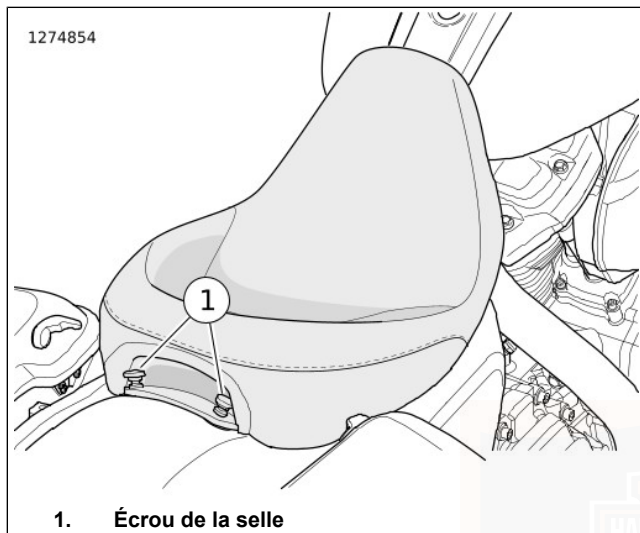
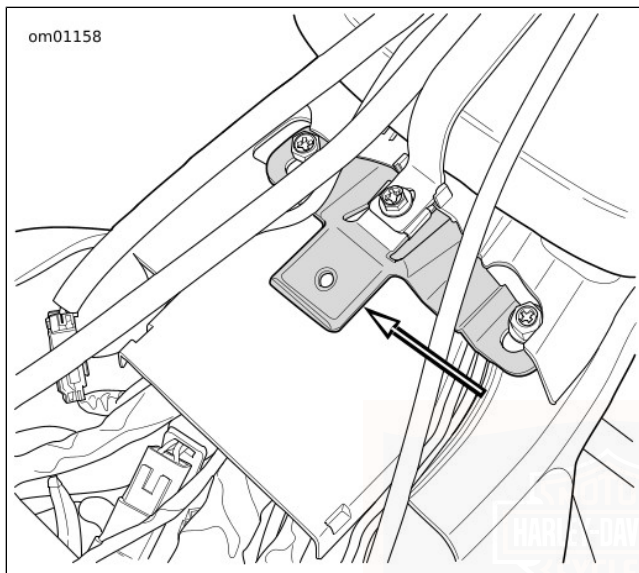
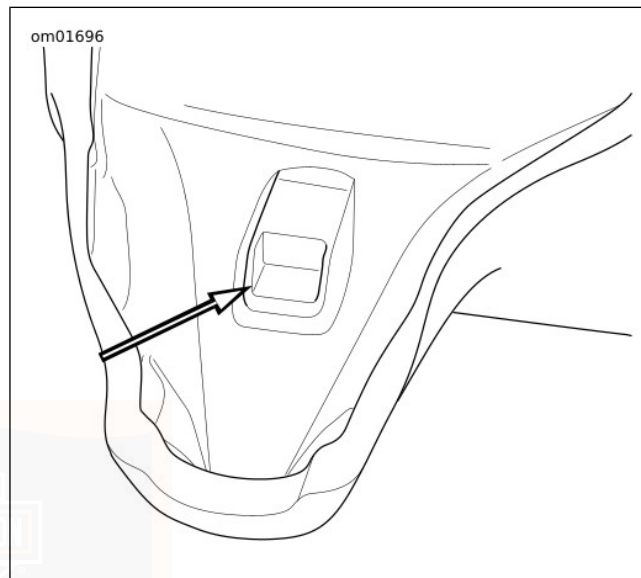

Figure 104. Selle solo
Figure 106. Languette de selle
Figure 107. Fente de montage de la selle
1. Voir Figure 104. Déposer la selle.
- a. Déposer les écrous de la selle (1).
- b. Voir Figure 106 et Figure 107. Soulever l'arrière de la selle. Pousser la selle vers l'arrière pour libérer la languette de la fente de la selle.
6. Voir Figure 106 et Figure 107. Soulever l'arrière de la selle. Pousser la selle vers l'arrière pour libérer la languette de la fente de la selle.
1. Voir Figure 104. Poser la selle.
- a. Voir Figure 106 et Figure 107. Aligner la fente de la selle avec la languette derrière le réservoir de carburant. Pousser la selle vers l'avant pour l'engager.
- b. Poser les écrous de la selle (1).
1. Voir Figure 106 et Figure 107. Aligner la fente de la selle avec la languette derrière le réservoir de carburant. Pousser la selle vers l'avant pour l'engager.